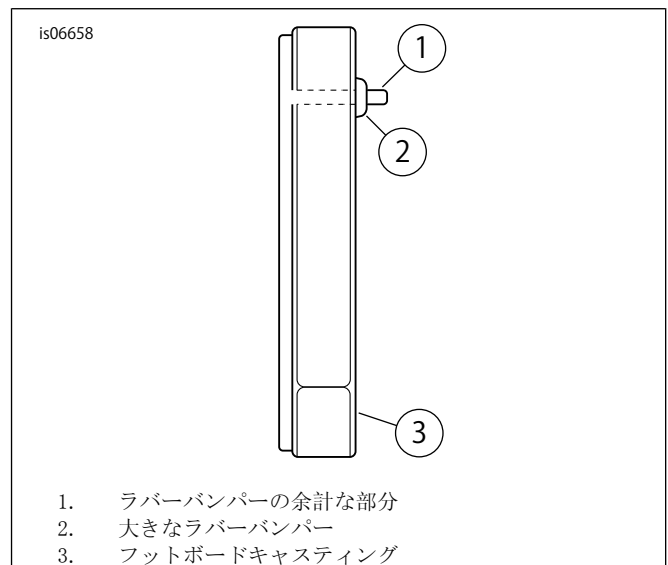

図4。ラバーバンパーの切除
4. 「図4」を参照してください。フットボードキャスティング(3)から突き出ているラバーバンパー(2)の余計な部分(1)をナイフかニッパーで取り除きます。